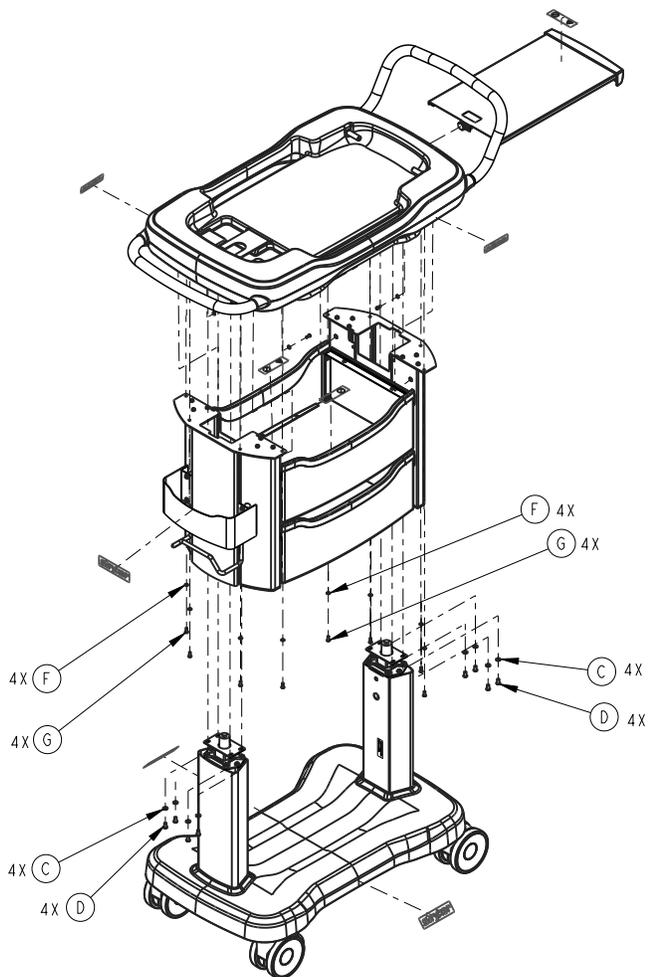

Figure 8 – Ensemble de colonne et tiroir
2. À l'aide d'une clé à six pans de 1/8 po, retirer les huit vis (G) et rondelles (F) qui fixent l'ensemble de colonne et tiroir au support de la nacelle supérieure (Figure 8). Conserver les vis et les rondelles.